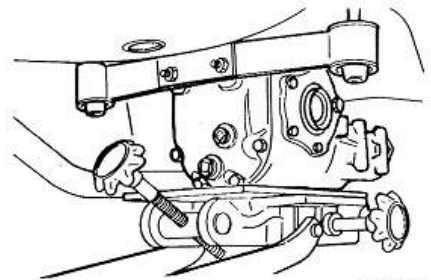

Fig. PD-9 Dépose du carter du différentiel
6. Eloigner le différentiel vers l'arrière avec le cric. Voir figure PD-9.